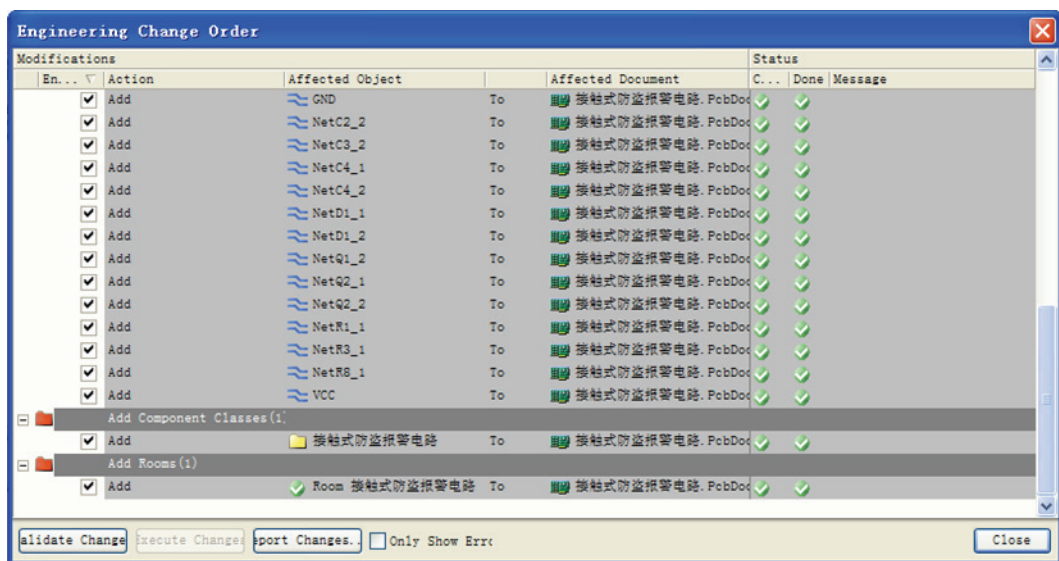

图 11-10 设计项目修改对话框传送报告
(3) 双击错误信息自动回到原理图中的位置上，就可以修改错误。直到没有错误信息，单击 **Execute Changes** 执行改变按钮命令，系统开始执行将所有的元件信息和网络信息传送。完成后如图 11-10 所示，若无错误 Done 状态勾选。